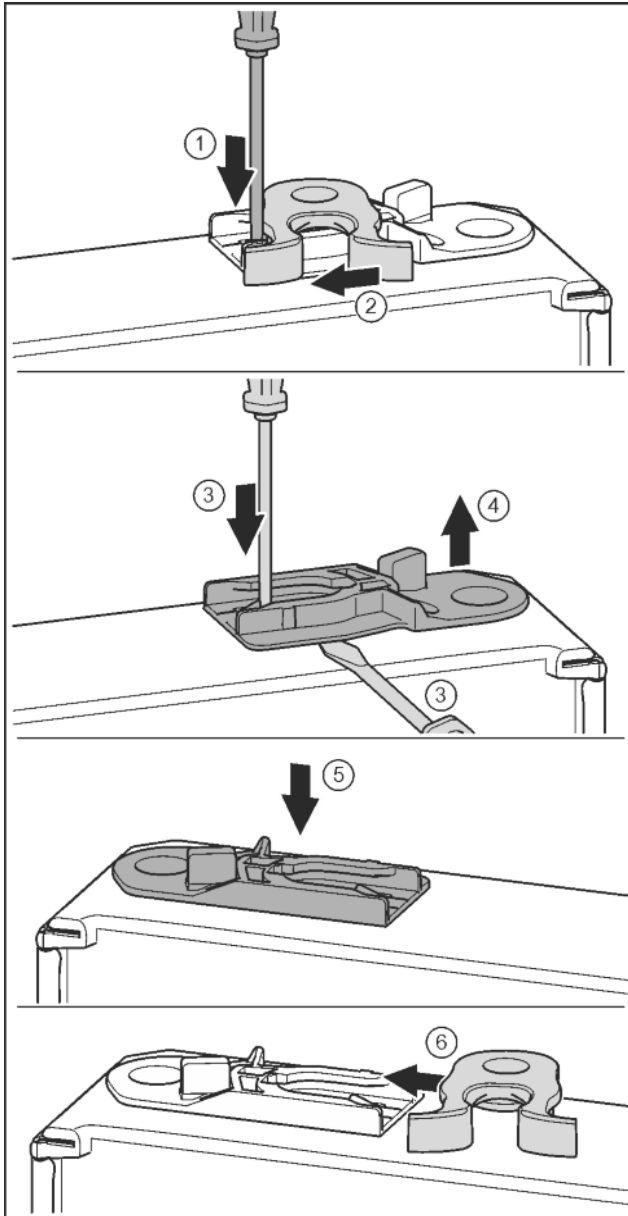

Fig. 14
- ▶ За допомогою шліцевої викрутки притисніть униз накладку. Fig. 14 (1)
- ▶ Витягніть із напрямної запірний гачок. Fig. 14 (2)
- ▶ Витягніть направляюче гніздо: Натисніть шліцевою викруткою накладку і одночасно підведіть її під направляюче гніздо. Fig. 14 (3, 4)
- ▶ Направляюче гніздо, що входить до складу поставки, вставити з іншого боку корпусу. Fig. 14 (5)
- ▶ Вставте в направляючу запірний гачок. Fig. 14 (6)